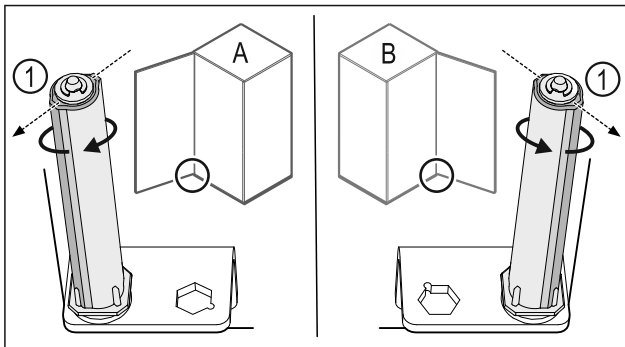

Fig. 38 Linksanschlag (A) / Rechtsanschlag (B)
- Schließsystem gegen den Widerstand drehen, bis der Steg des Schließsystems Fig. 38 (1) nach außen zeigt.